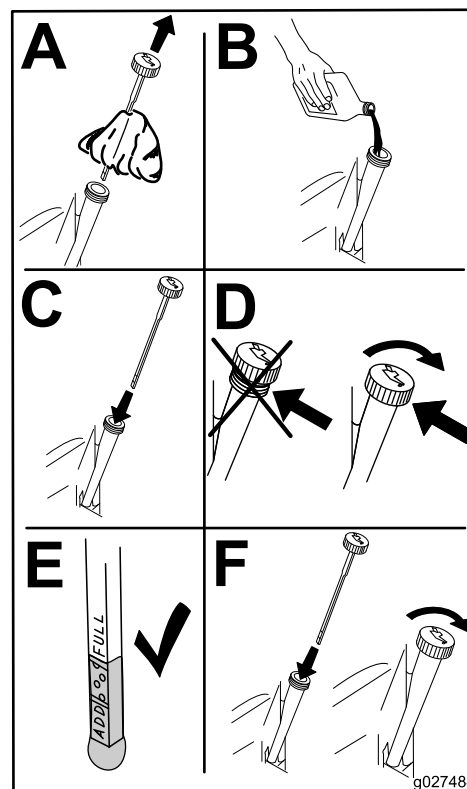

Figura 22
4. Vierta lentamente aproximadamente el 80% de la cantidad especificada de aceite por el orificio de llenado (Figura 22).
5. Espere 3 – 5 minutos para que el aceite se asiente y, a continuación, compruebe el nivel de aceite (Figura 22).